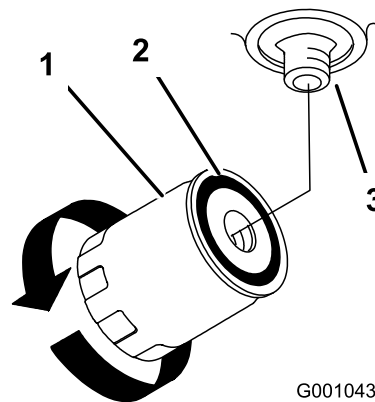

Figura 48
9. Cuando el filtro hidráulico esté lleno, gire el filtro en el sentido de las agujas del reloj hasta que la junta de goma entre en contacto con el adaptador del filtro, luego apriete el filtro 1/2 vuelta más (Figura 48).